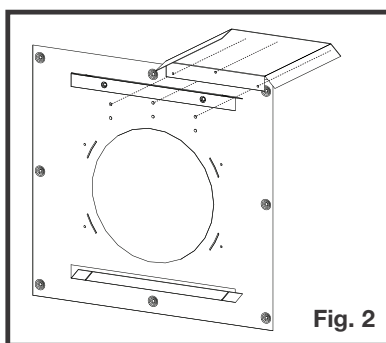

Fig. 2
2. Installez un écran protecteur sur le dessus d'une côté de l'espaceur coupe- feu (**Fig. 2**).
2. Ajustez le bouclier d'évent à l'hauteur minimum de 15 pouces (Fig. 2).